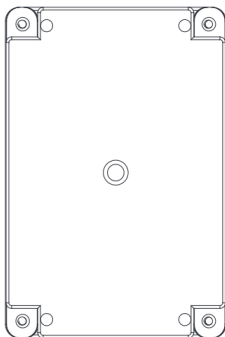

Abbildung 1
1. Suchen Sie die Befestigungsbohrungen an der Unterseite des Gehäuses, wie in Abbildung 1 gezeigt.